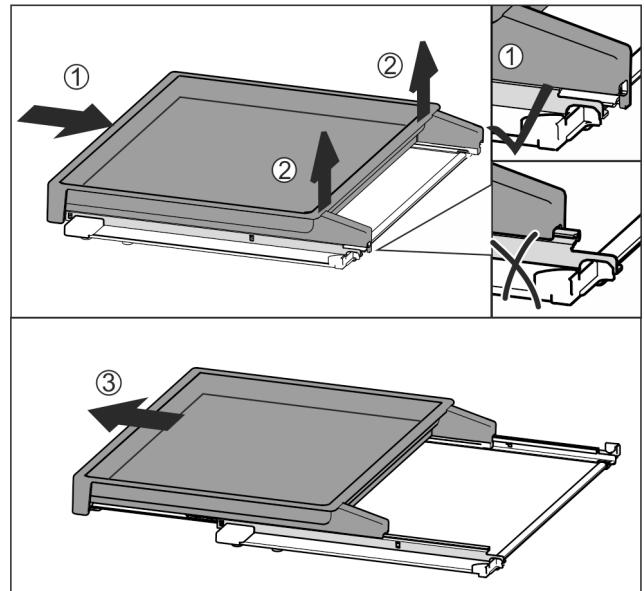

Fig. 96
- Izvlečno polico v celoti potisnite noter Fig. 96 (1).
- Sprostite zaskočni element na zadnji strani Fig. 96 (2).
- Izvlečno polico povlecite naprej in jo odstranite Fig. 96 (3).